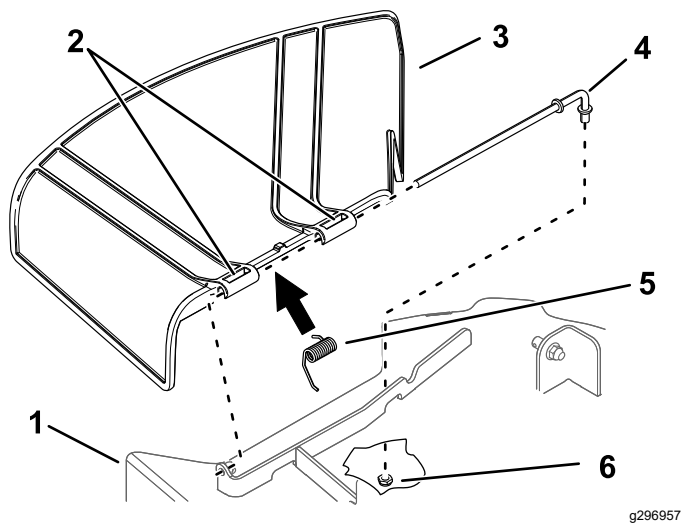

Figura 72
1. Retire la tuerca ($\frac{3}{8}$ " de la varilla (debajo del cortacésped) (Figura 72).
- Retire la varilla del soporte de la carcasa, del muelle y del deflector de hierba (Figura 72).
- Instale el deflector de hierba nuevo (Figura 72).
- Deslice la varilla por el segundo pivote del deflector de hierba (Figura 72).
- Sujete el extremo trasero de la varilla al cortacésped con una tuerca ($\frac{3}{8}$ "), según se muestra en Figura 72.